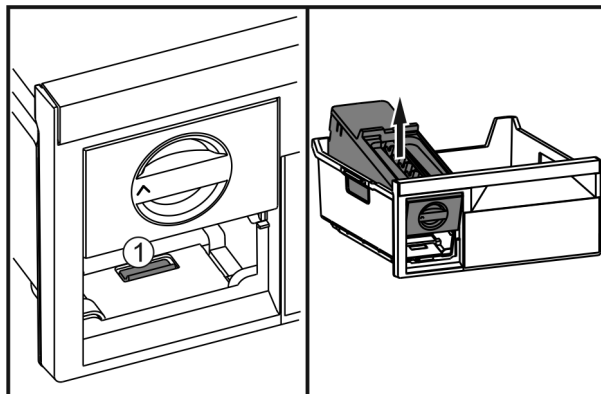

Fig. 30
- ▶ Нажать на накладку Fig. 30 (1), EasyTwist-Ice поднять сзади и вынуть из выдвижного ящика морозильника.